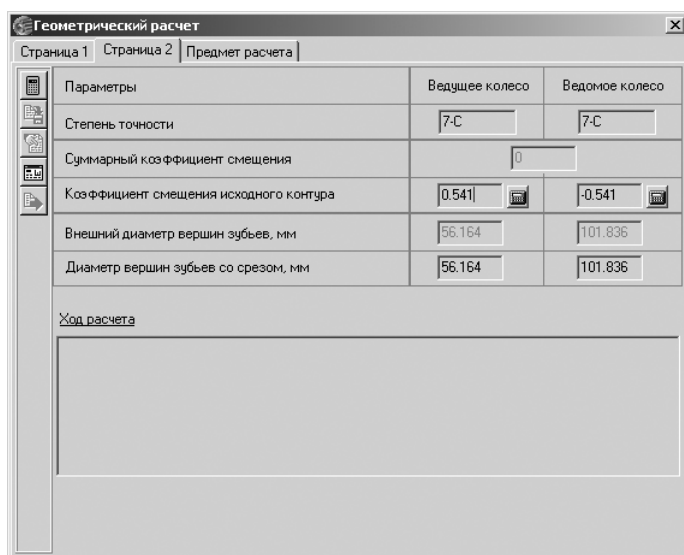

Рис. 3.89. Диалоговое окно **Геометрический расчет** с раскрытой вкладкой **Страница 2** и введенными исходными значениями рассчитываемой передачи
- введите на вкладке **Страница 2**, например, те параметры, которые приведены на рис. 3.89;